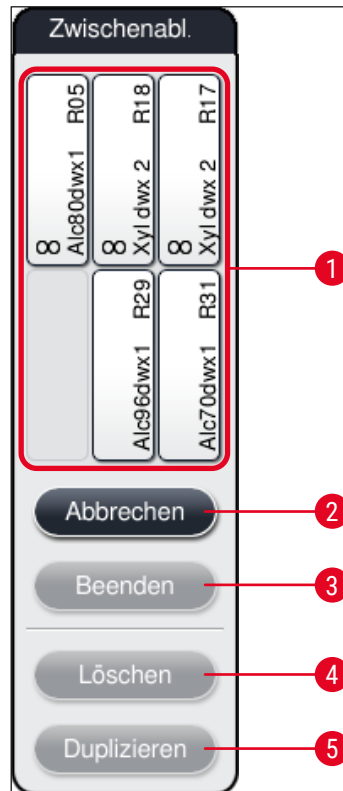

Abb. 64
3. Nach dem Bestätigen öffnet sich die **Zwischenablage** (→ "Abb. 64"), in die bis zu 6 Reagenzstationen (→ "Abb. 64-1") verschoben werden können.